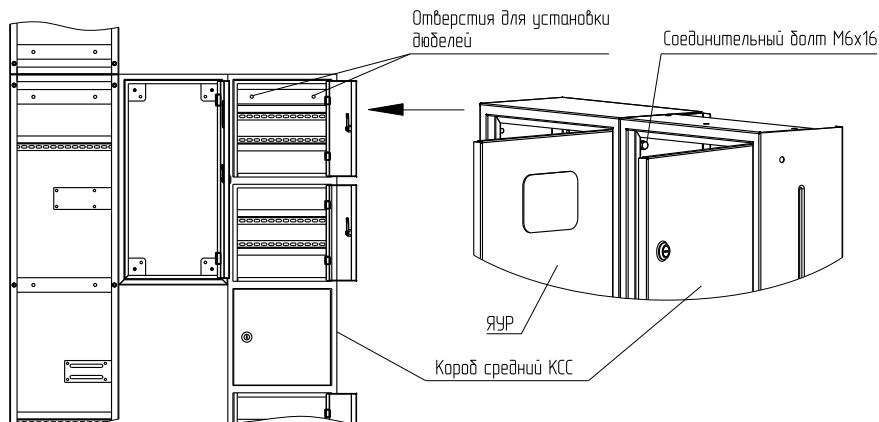

Рисунок 19
4.4.6 Установить два соединённых короба на пол к стене возле ЯУР/ЯУ (рисунок 19).
4.5.1 Произвести установку электротехнической аппаратуры (электрических счётчиков, модульных автоматических выключателей и т.д.) на монтажную панель (рисунок 19) и Т-образные направляющие (рисунки 10, 11, 12). Произвести внутренние электрические соединения.